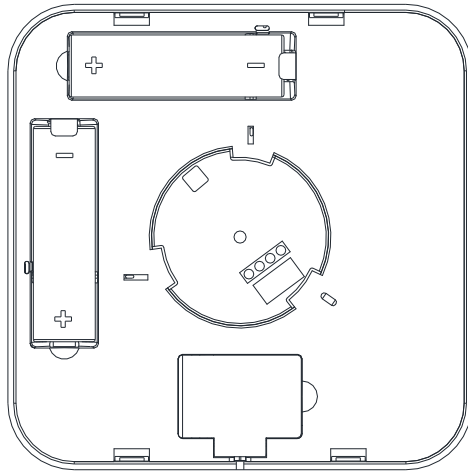

图6电池更换示意图
- ◆ 附赠配件可根据用户使用需求自行替换,但应保证与原配件规格相同。电池可用AA 1.5V 碱性LR6电池替换,使用时间会相应缩短。当电池发出电量不足的警报时,需更换电池(更换电池方法如图6所示),更换后需参考“设备测试”内容对探测器进行测试。